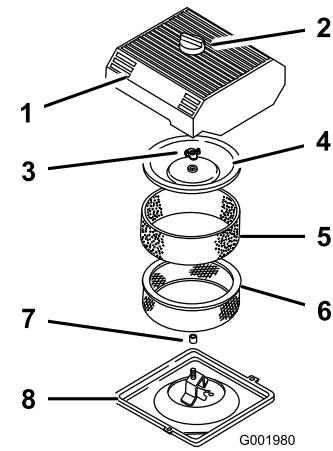

Figura 47
3. Limpie alrededor del limpiador de aire de forma que la suciedad no penetre en el motor y cause daños (Figura 47).
4. Afloje el pomo de la tapa del limpiador de aire y retire la tapa (Figura 47).
5. Deslice cuidadosamente el filtro de gomaespuma para separarlo del filtro de papel (Figura 47).
6. Desenrosque la tuerca de la tapa y retire la tapa y el filtro de papel (Figura 47).
1. Deslice cuidadosamente el filtro de gomaespuma sobre el filtro de papel (Figura 47).
3. Coloque la tuerca de la tapa con la presión de los dedos solamente contra la tapa (Figura 47).
4. Instale la tapa del limpiador de aire y el pomo (Figura 47).